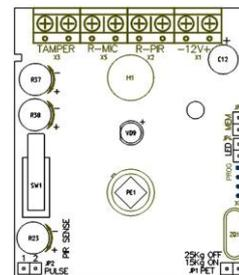

Рис. 2 Внешний вид платы извещателя
На плате обозначены (см. рисунок 2):
- подключить провода к клеммам подключения в соответствии с их назначением (см. рисунок 2);
- убедиться в наличии установленной на плате перемычки JP4 (LED) (см. рисунок 2);
Для регулировки дальности обнаружения извещателя используется потенциометр R23 (см. рисунок 2).